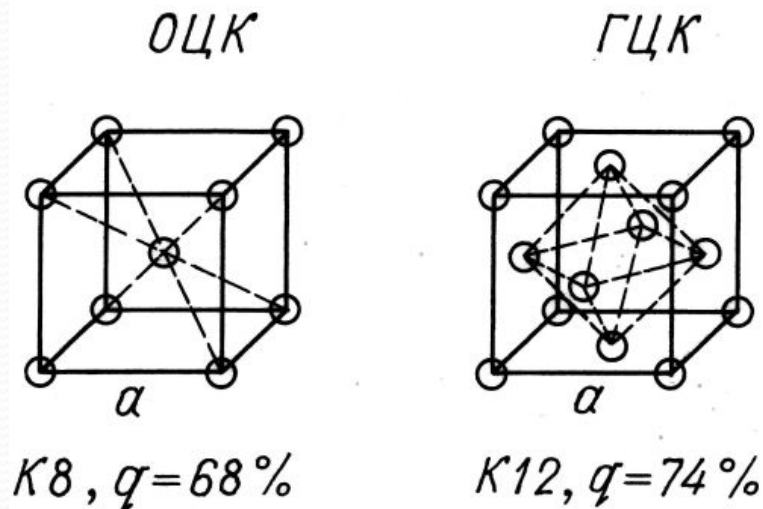

Рис. 1.2.4. Объемноцентрированная (ОЦК) и гранецентрированная (ГЦК) решетки
**гранецентрированную (ГЦК)** решетки, их характеристики приведены на рис. 1.2.4.